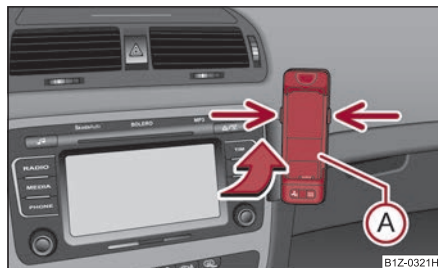

Fig. 160 Preparación universal para el teléfono
- Introducir primero el adaptador (A) en el soporte en sentido de la flecha ⇒ fig. 160 hasta el tope. Presionar ligeramente el adaptador hacia abajo hasta que se enclave de modo seguro.
- Montar el teléfono en el adaptador (A) (según las instrucciones del fabricante).
- Presionar al mismo tiempo los enclavamientos laterales del soporte y sacar el teléfono con adaptador ⇒ fig. 160. ■